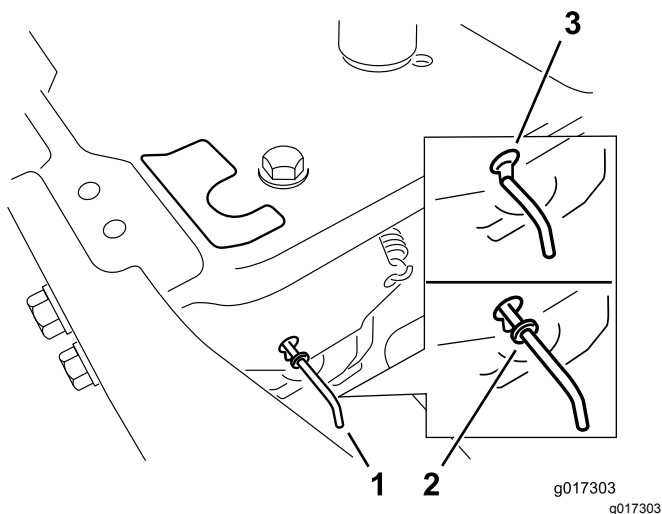

Figura 31
4. Mueva las palancas de desvío hacia delante a través del orificio y hacia abajo para bloquearlas en esa posición (Figura 31).
Mueva las palancas de desvío hacia atrás a través del orificio y hacia abajo para bloquearlas en esa posición, según se muestra en la Figura 31.